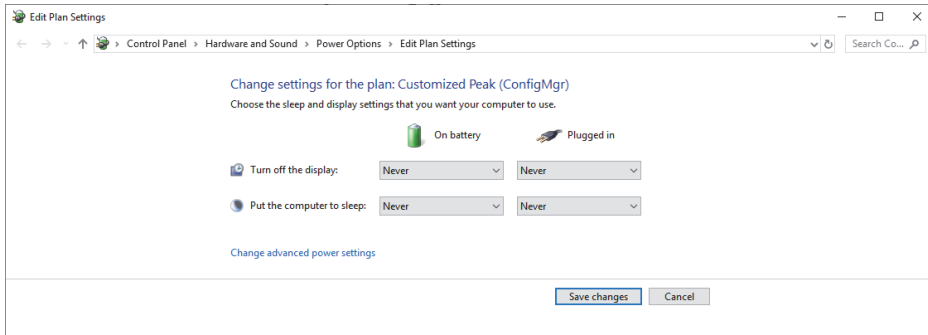

Figura 1-4 Cuadro de diálogo Edit Plan Settings (Editar la configuración del plan)
- b) En el cuadro de diálogo **Edit Plan Settings** (Editar la configuración del plan), determine **Turn off the display** (Apagar la pantalla) y **Put the computer to sleep** (Poner al equipo en estado de suspensión) a **Never** (Nunca) [ver Figura 1-4 en la página 28].